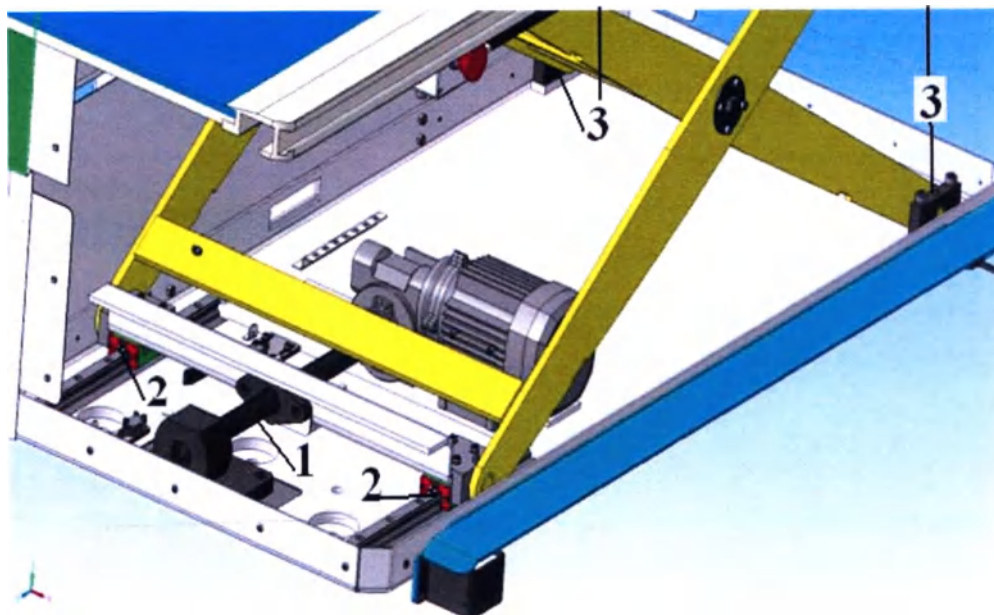

Рисунок 3.4
- провести очистку от грязи ходового винта 1(рисунок 3.4);
- провести смазку ходового винта 1(рисунок 3.4);